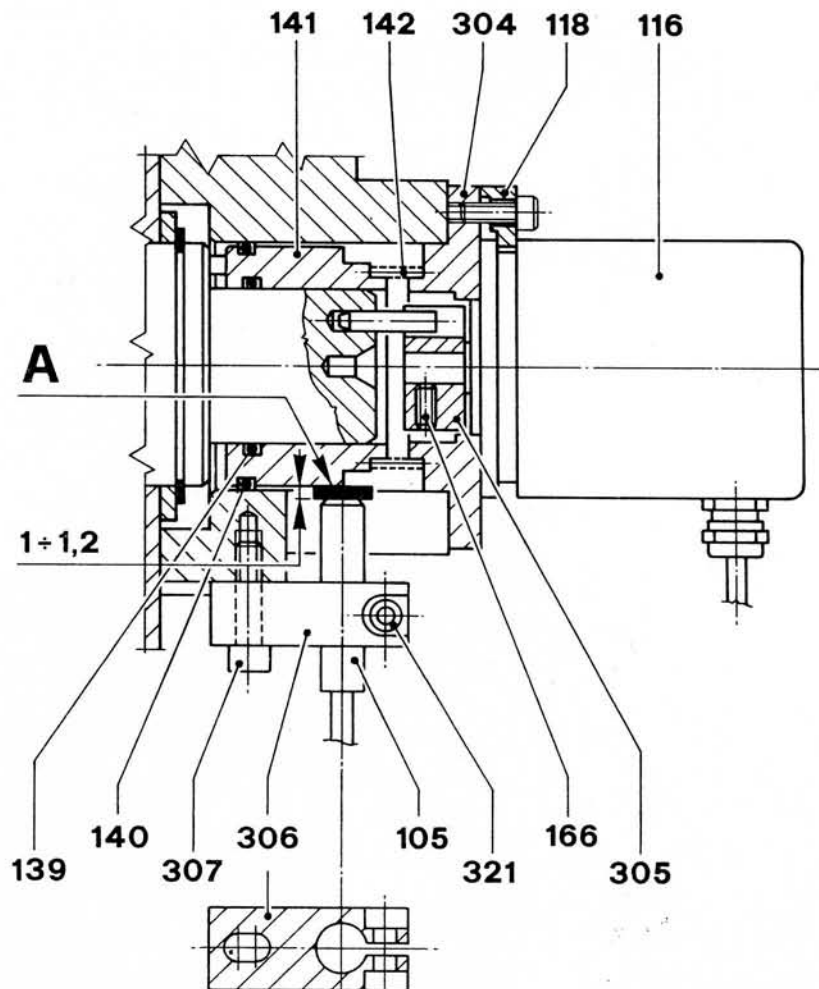
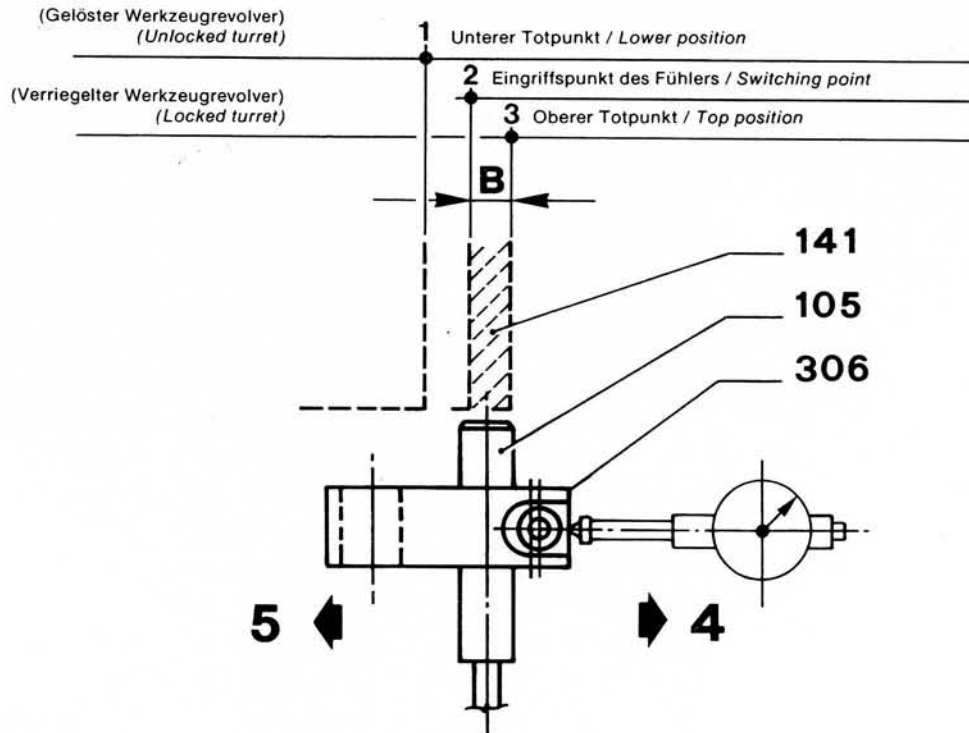

Fig. 4
Fig. 5
14.1 - Beschreibung der Funktionsweise (Abb. 4 - 5)
14.2 - Auswechseln des Fühlers (Abb. 4)
- Bei gelöster Schraube (321) zwischen dem Fühler und dem Werkstück (141) ein Distanzstück (A) von $1 \div 1,2$ mm Stärke einfügen.
- Den Fühler gegen das Distanzstück (A) drücken (wie in Abbildung dargestellt) und ihn mit Schraube (321) klemmen.
- Das Distanzstück (A) entfernen.
14.1 - Description of the operation (Fig. 4 - 5)
14.2 - Replacement of the switch (Fig. 4)
14.3 - Einstellvorgang (Abb. 4 - 5)
- Die beiden Befestigungsschrauben der Lagerung (306) lösen und sie in die mit Pfeil (4) gekennzeichnete Richtung verschieben, solange bis der Fühler aberregt wird (sicherstellen, daß dieser Zustand auf der entsprechenden Leuchdiode auf der Anpaßsteuerung in der Elektrik angezeigt wird). Die Lagerung (306) nach vorwärts in Pfeilrichtung (5) verschieben und genau den Punkt ermitteln, wo der Fühler wieder erregt wird. Von diesem Zustand ausgehend die Lagerung (306) wieder in Pfeilrichtung (5) um einen Betrag, der dem Maß B, der Tabelle entspricht, verschieben. Um mit größerer Genauigkeit das Verschieben von (B) zu bestimmen, ist es ratsam, eine Meßuhr zu verwenden, die wie in Abbildung 5 dargestellt, angesetzt wird.
14.3 - Adjusting procedure (Fig. 4 - 5)
- With the turret correctly lock part (141) on the No 3 position) energize the low voltage circuit only, do not apply mains voltage at this stage.
- Loosen the two screws locking the support (306) and move it in the direction indicated by the arrow (4) until the switch is de-energized (verify this condition on the relevant Led of the electrical interface equipment). Move the support (306) forwards (direction indicated by the arrow (5)) the exactly, find the point where the switch is re-energized. Starting from this position move the support (306) forward again (direction indicated by the arrow (5)) of a distance corresponding to the B value indicated in the table. To better check the displacement (B), it is advisable to use a dial as indicated on figure 5.
15 - AUSTAUSCH UND PHASENEINSTELLUNG DES WINKELKODIERERS (Abb. 4) REPLACEMENT AND TIMING OF THE ANGULAR POSITION TRANSMITTER (Fig. 4)